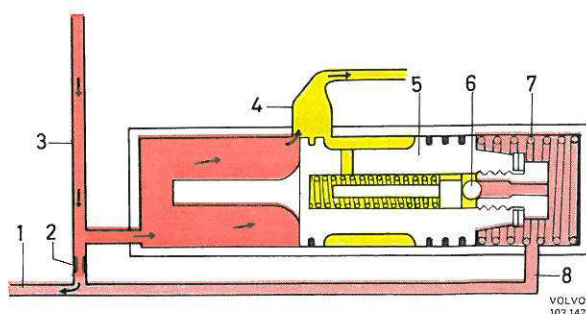

Figure 64. Soupape de réglage, position normale
Lorsque la pompe se met en marche, la soupape (5, figure 64) est repoussée vers la gauche par le ressort (7). L'huile livrée par la pompe traverse le canal de refoulement (3), par l'intermédiaire de la soupape d'étranglement (2) pour passer dans le conduit de refoulement (1), ensuite vers le boîtier de direction.
C'est la soupape d'étranglement (2) qui fait que la pression à gauche du piston de la soupape de réglage devient plus élevée que dans le conduit et dans l'espace à droite du piston. Lorsque la pression du ressort est dépassée, le piston est donc repoussé vers la droite. Lorsque le régime de rotation devient suffisamment élevé par rapport à la contrepression, le piston a été repoussé jusqu'au point que l'excédent d'huile arrive à retourner au côté aspiration de la pompe, voir figure 64. Du fait que la pompe doit livrer une quantité d'huile inférieure à sa capacité maxi, ce réglage de la soupape peut être considéré comme normal.